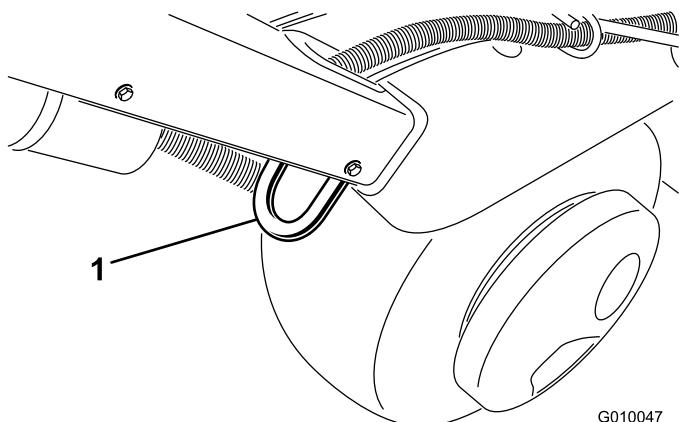

図 33
- 機体についているロープ掛けポイント（図 33～図 35）を使い、チェーンやロープなどでしっかりと固定する。